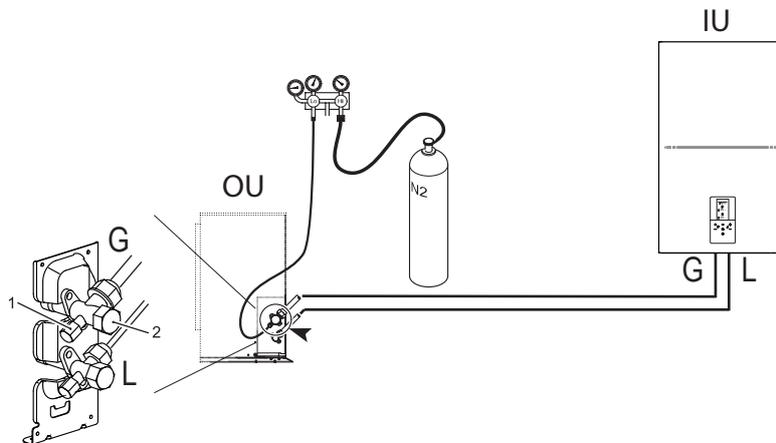

fig. 17 - Prova di tenuta all'aria e rilevamento delle perdite
- Con rubinetti dell'unità esterna completamente chiuse, rimuovere il tappo del rubinetto di servizio (part 1 - fig. 17) e il raccordo (part 2 - fig. 17) della valvola gas (quella più grande)